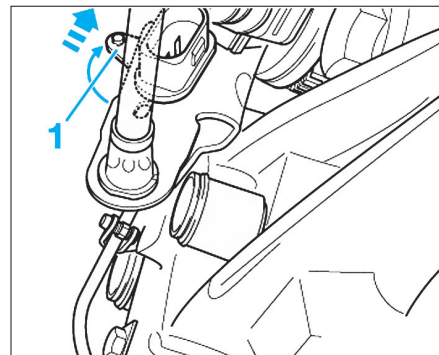

Fig. 11
- Soulever légèrement la languette d'immobilisation située sur la partie inférieure de la fiche (1) et la tourner de 90° (Fig.11).